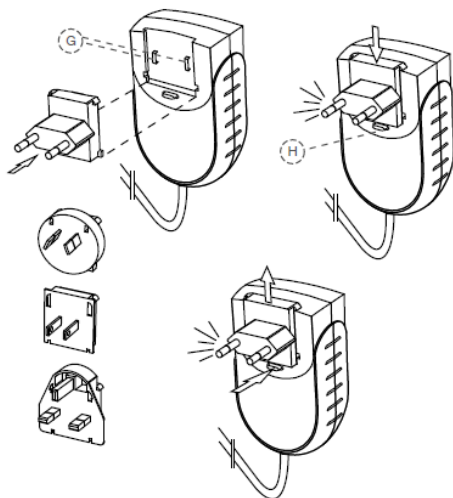

Рис. 4 Блок живлення і адаптер
1. Оберіть вилку, відповідну мережі електроживлення (див Рис. 4).
2. Встановіть обрану вилку на два контакти (Рис. 4, G), що знаходяться на блоці живлення, і перемістіть її до затвору (Рис. 4, H) до клацання.